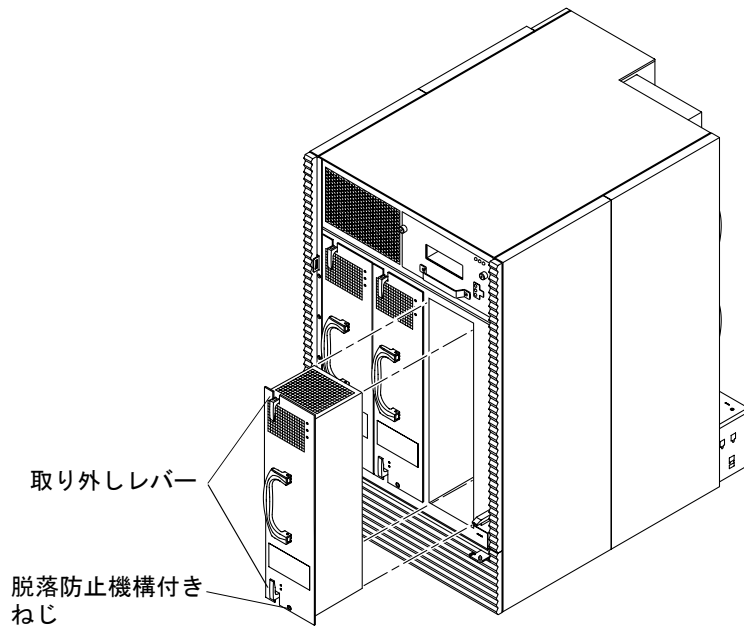

図 4-7 電源装置の取り外しまたは取り付け — Sun Fire 4800 システム
3. 電源装置の上部および下部にある 2 本の脱落防止機構付きねじを緩めます (図 4-7)。
3. 片方の手でユニットの底を持ち、もう片方の手でハンドルを持って、電源装置を垂直に支えます (図 4-7)。電源装置が止まるまで、スライドさせてシャーシに挿入します。